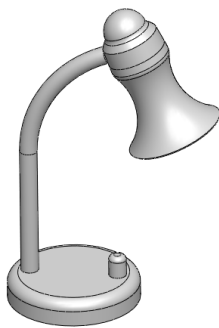

图 15-14 创建旋转凸台特征
(2) 退出草图绘制环境, 弹出信息提示框, 单击【否】按钮, 弹出【凸台-旋转】属性管理器, 设置【方向 1 厚度】为 2, 单击【确定】按钮 , 即可创建旋转凸台特征, 效果如图 15-14 所示。